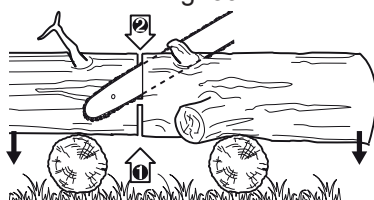

Fig. 40
- > Si le tronc est surélevé des deux côtés (Fig. 40), coupez environ 1/3 de son diamètre par le dessus, puis coupez les 2/3 restants par en dessous, de manière à rejoindre la première entaille.